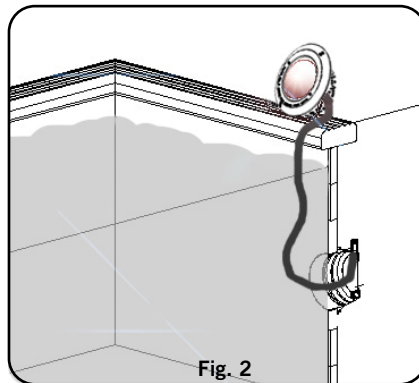

Fig. 2
2. Extraia o conjunto formado pela lâmpada e parte do projector até ao borde da piscina (esta operação é descrita pormenorizadamente no manual do projector) (Fig. 2).